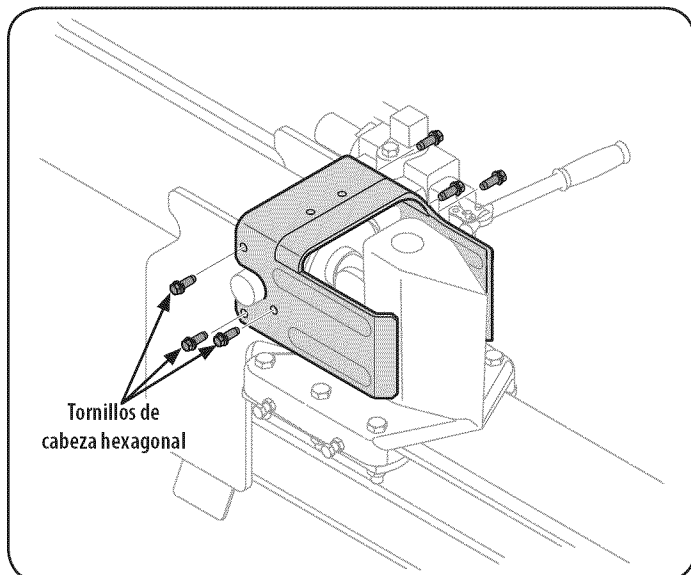

Figura 8
19. Coloque el liberador por encima del montaje de la cuña y asegure a los soportes soldados con los tornillos hexagonales que quitó antes. Vea la Figura 8.